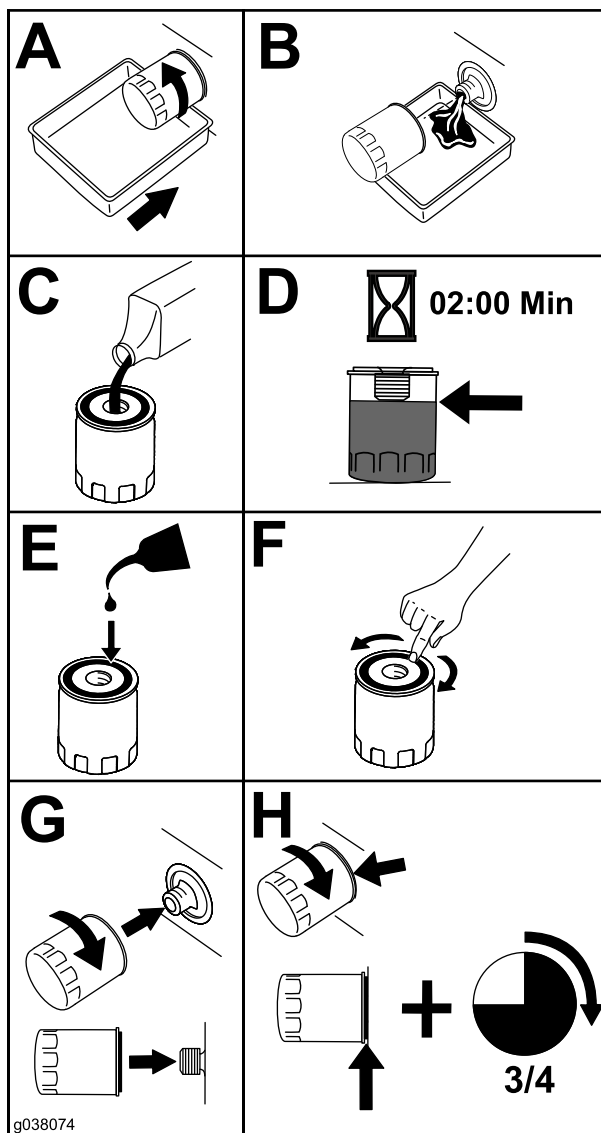

Figura 57
5. Sustituya el filtro de aceite del motor según se muestra en la Figura 57.